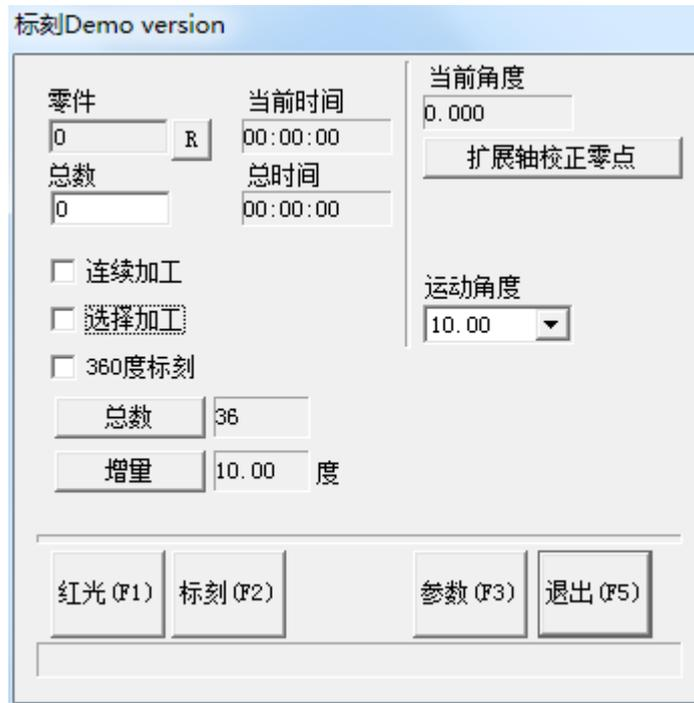

图 8-6 旋转角度标刻 2
在“旋转角度标刻 2”中增加了“360 度标刻”选项，其它参数调节与“旋转角度标刻”相同。如图 8-6 所示：
- 2.打开“激光”—“旋转角度标刻2”，弹出图 8-6 所示对话框。